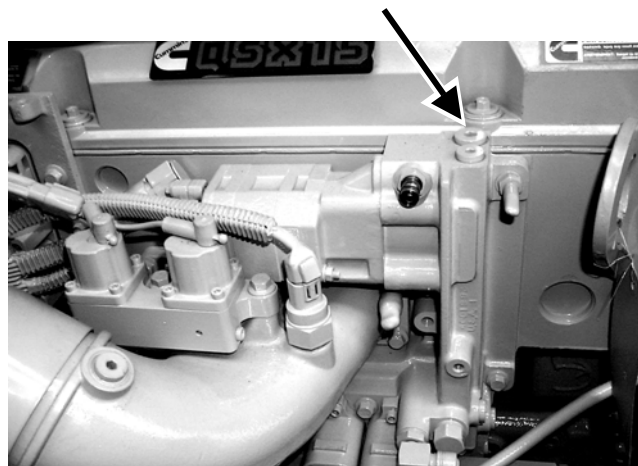

Рис. 5.42. Пробка отверстия для выпуска воздуха из топливной системы
7. Ослабить пробку (Рис. 5.42.) воздуховыпускного отверстия. Установить ключик замка-включателя стартера в положение „RUN”. Это приведет к включению электрического топливного насоса. Следует подождать до тех пор, пока через воздуховыпускное отверстие с прослабленной пробкой не начнет выходить чистое топливо без пузырьков воздуха. Затем ключик замка-включателя стартера следует установить в положение „OFF” («выключено»). После выполнения вышеописанных операций необходимо затянуть пробку воздуховыпускного отверстия.